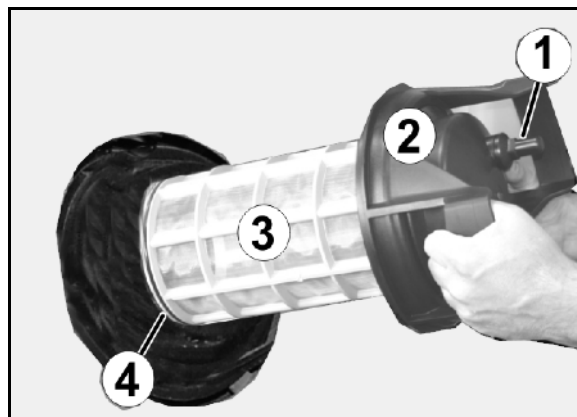

Fig. 141
- Rengør sugefilteret (Fig. 141) dagligt efter rengøringen af marksprøjten.
- Indfædt O-ring nederst på sugefilteret (Fig. 141/4). Sørg for at O-ringene monteres korrekt
1. Løsn sugefilterets dæksel (Fig. 141/2).
2. Tag dæksel og sugefilter (Fig. 141/3) af og rengør disse med vand.
5. Løsn sugefilterets dæksel (Fig. 141/2).
6. Betjen aflastningsventilen på sugefilteret (Fig. 141/1).
7. Tag dæksel og sugefilter (Fig. 141/3) af og rengør disse med vand.